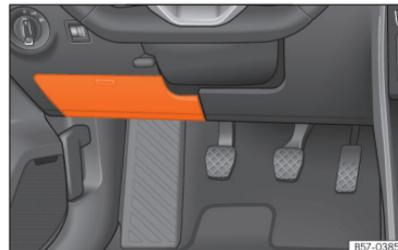

Fig. 201 No painel de instrumentos do lado do condutor: tampa da caixa de fusíveis.
- **Abrir:** recline a cobertura para baixo »» Fig. 201.